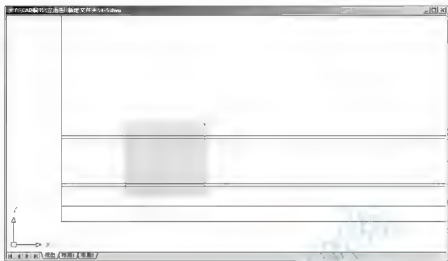
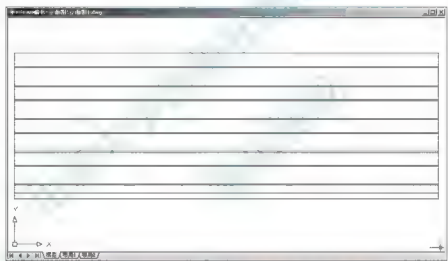

图 4.7 选择窗台线和窗楣线作为阵列对象
图 4.8 阵列生成 2、3、4 层的窗台线和窗楣线
② 单击【阵列】对话框右上角的【选择对象】按钮，对话框消失，在选择对象：提示下，按照图 4.7 所示选择窗台线和窗楣线（窗洞口上下各两条水平线）作为阵列对象，结果如图 4.8 所示。